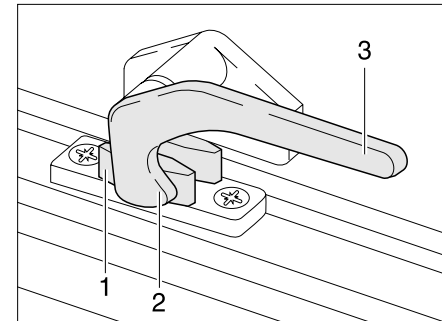
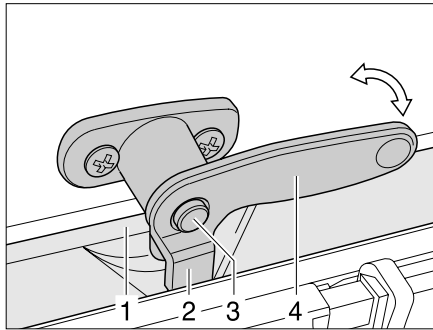

Bild 10 Verriegelungshebel in Stellung „geschlossen“
Bild 11 Verriegelungshebel mit Sicherungsknopf in Stellung „geschlossen“
- ▶ Falls vorhanden, den Sicherungsknopf (Bild 11,3) drücken und gedrückt halten.
- ▶ Den Verriegelungshebel (Bild 10,3 bzw. Bild 11,4) eine viertel Umdrehung zur Fenstermitte hin drehen.
- ▶ Den Verriegelungshebel (Bild 10,3 bzw. Bild 11,4) eine viertel Umdrehung zum Fensterrahmen hin drehen. Die Verriegelungsnase (Bild 10,2 bzw. Bild 11,2) liegt auf der Innenseite der Fensterverriegelung (Bild 10,1 bzw. Bild 11,1).
- in Stellung „fest verschlossen“ (Bild 10)